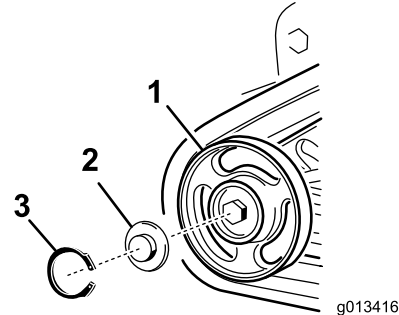

Figura 49
4. Remova o anel elástico e a tampa da roda-guia (Figura 49).
5. Verifique a graxa sob a tampa e na área da vedação (Figura 49). Se estiver suja, com areia ou em quantidade insuficiente, retire toda a graxa, troque a vedação e adicione graxa nova.
7. Posicione a tampa da roda-guia, com graxa, sobre a cabeça do parafuso (Figura 49).
8. Fixe a tampa da roda-guia com o anel elástico (Figura 49).